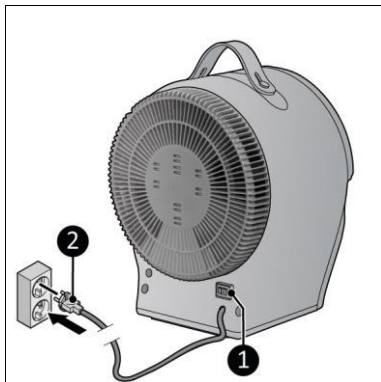

Figura 7
4. Asigurați-vă că întrerupătorul ON/OFF (PORNIT/OPRIT) se află în poziția OFF (OPRIT) (Figura 7, poz. 1).
1. Asigurați-vă că întrerupătorul ON/OFF (PORNIT/OPRIT) se află în poziția OFF (OPRIT) (Figura 7, poz. 1).